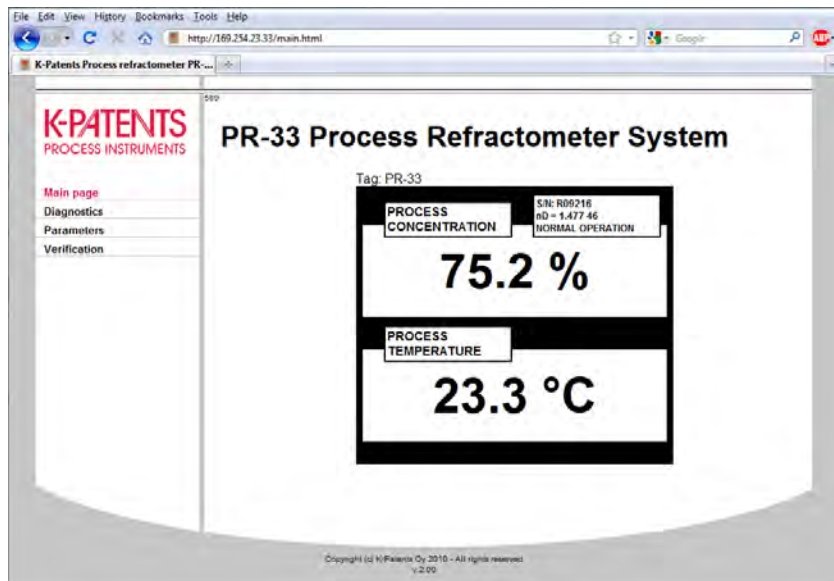

Figura 5.1 Página principal
4. Espere hasta que la página inicial se cargue, lo cual puede requerir varios segundos. La página es similar a la mostrada en la Figura 5.1; el aspecto exacto de la página dependerá de qué navegador utilice, así como de la configuración de pantalla. Por tanto, es normal que existan pequeñas variaciones en la visualización.